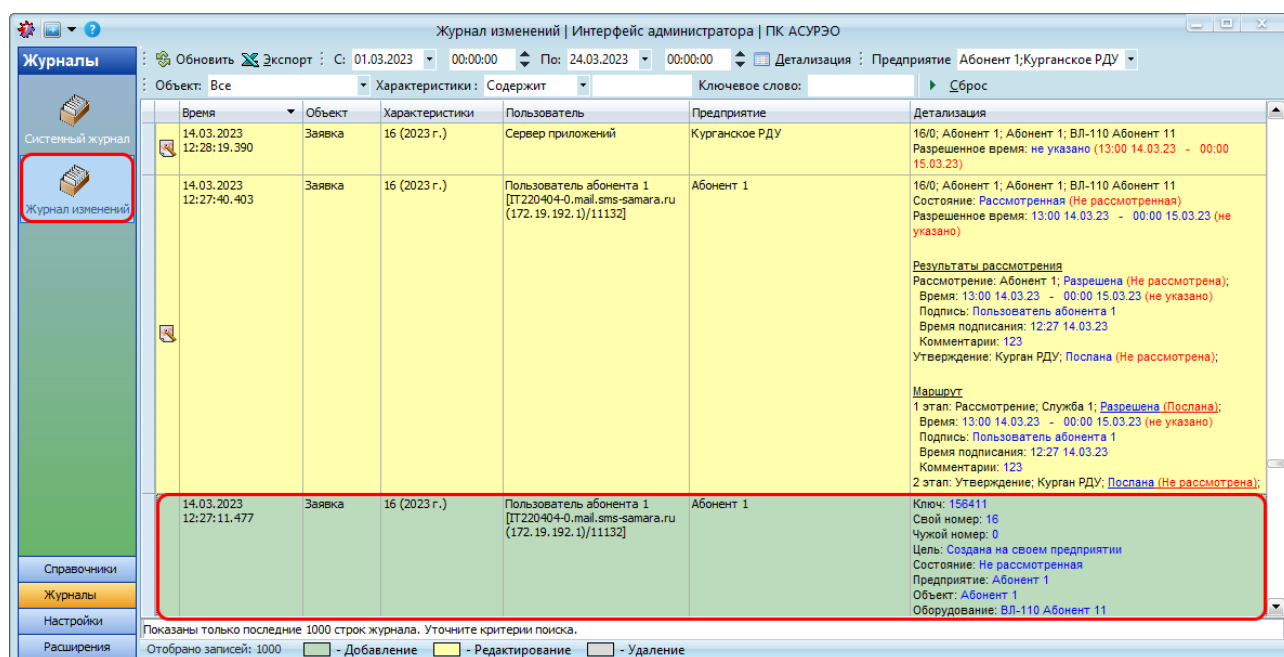

Рисунок 7.5 – Строчный режим просмотра журнала изменений
- **Строчный (режим по умолчанию).** Информация отображается построчно. Каждая строка соответствует одному событию изменения данных. Высота строк регулируется автоматически (Рисунок 7.5).